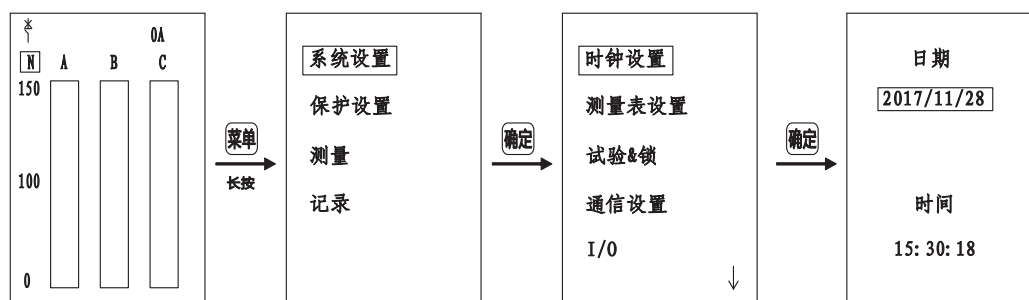

图82时钟设置步骤
- ② 系统设置：主界面长按“菜单”键进入主题菜单，按“确定”键进入系统设置界面，按“↑”“↓”键选择需要设置的选项，按“确定”进入选项。示例见图82（时钟设置）